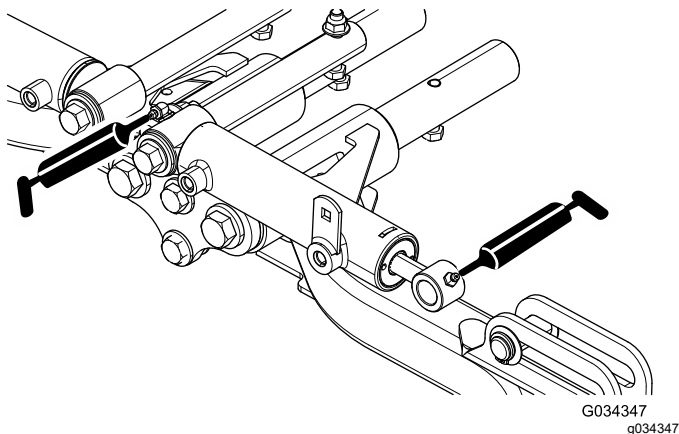

Figure 57
- Pivots de bras de levage avant et vérins de levage (3 chacun) ; voir Figure 57.